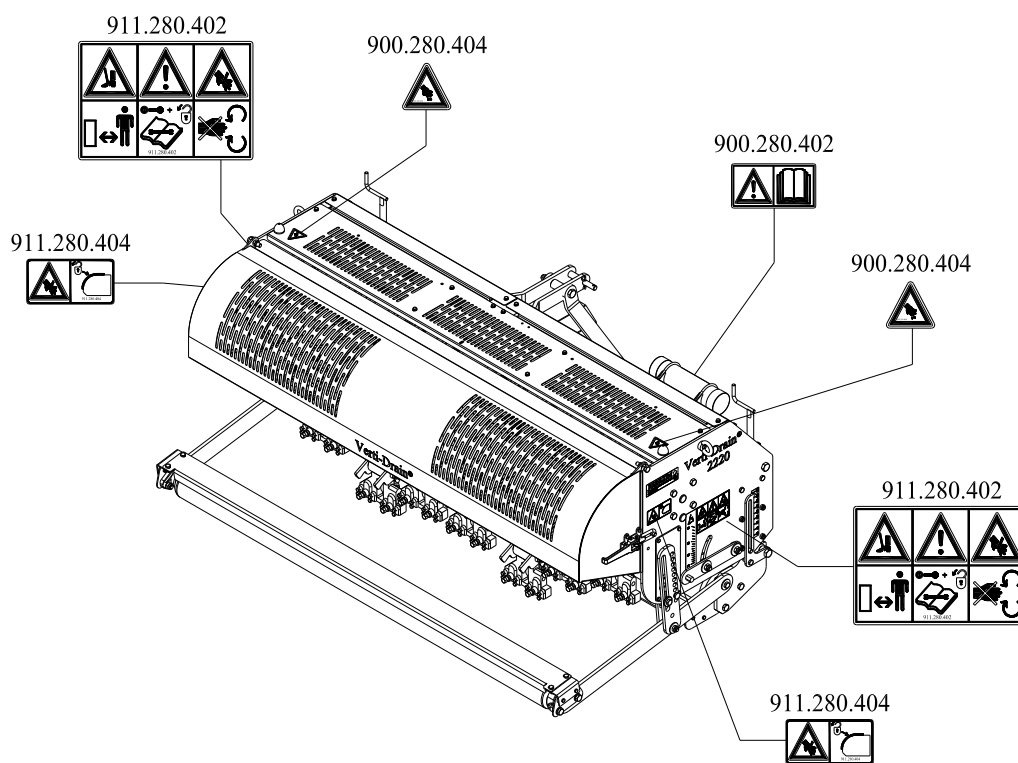

Fig. 7
(7) Colocação dos autocolantes de segurança (Fig. 7)